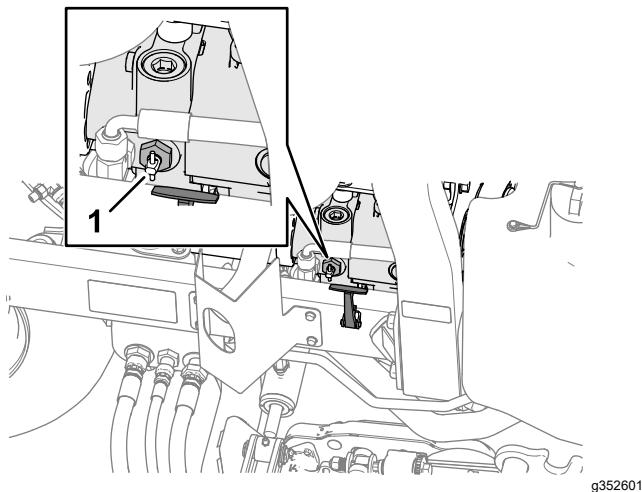

Figura 52
2. In prossimità del fermo del cofano destro, ruotate la valvola di bypass della maniglia sulla pompa (Figura 52) e ruotate la valvola di 90°.